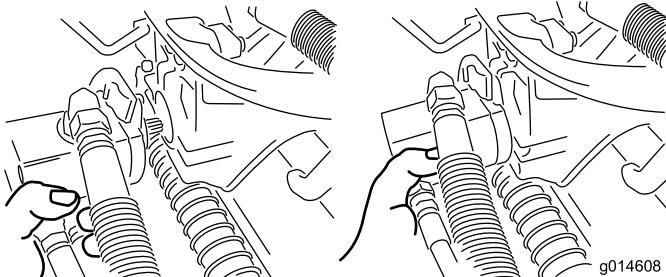

Figura 37
- 3. Spostate il motore in posizione di stoccaggio davanti al braccio di sospensione (Figura 37).